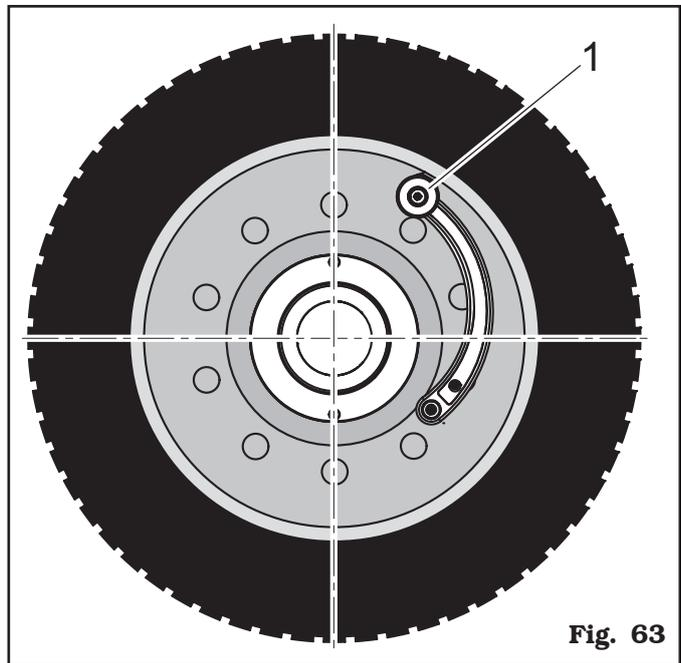

Fig. 63
Llevar el casquillo del calibre (**Fig. 63 ref. 1**) obre el borde interior de la rueda HACIA ARRIBA, tocando el punto del diámetro utilizado antes para la detección de la medida "A" (**Fig. 62**), el display D2 visualizará un valor en bit.